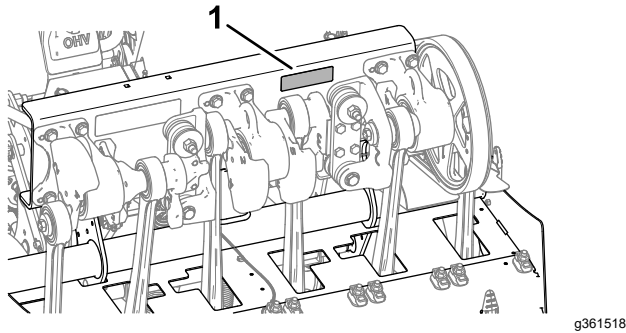

Bild 171
3. Prüfen Sie die Befestigungen des Aerifizierkopfs, des Griffs und der Radmutter und stellen Sie sicher, dass der richtige Drehmoment beibehalten wird. Die Anforderungen an das Anzugsdrehmoment der Befestigungselemente sind auf dem Aufkleber mit dem Anzugsdrehmoment der Schrauben aufgeführt, der sich auf dem Trägerkanal des Aerifizierkopfs befindet (Bild 171).